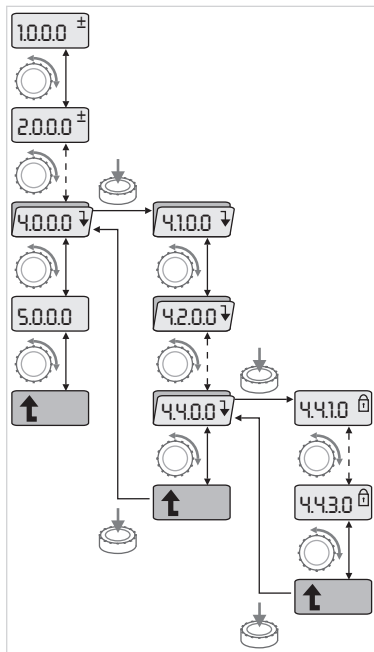

Fig. 40: Пример навигации
- Выполнить общую навигацию в меню следующим образом (пример см. на Fig. 40):